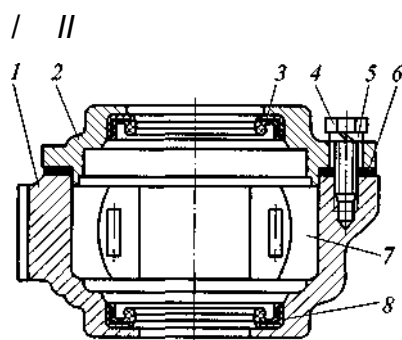

Рис. 2. Подшипниковый узел:
14. Составьте технологический процесс сборки подшипникового узла (рис. 2). Подберите необходимые инструменты и составьте карту эскизов сборки этого узла на роботизированном комплексе.
15. Составьте схему компоновки роботизированного комплекса для сборки подшипникового узла (см. рис. 2).